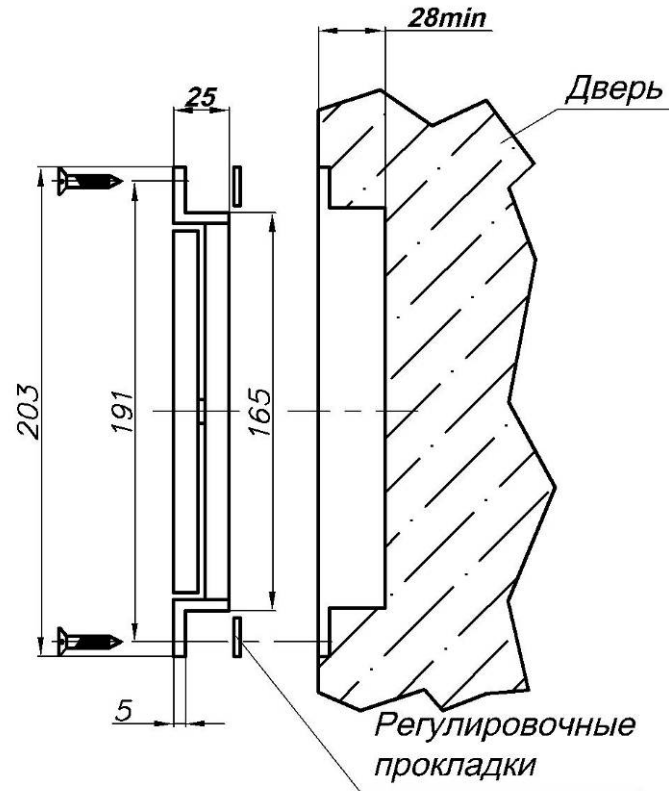
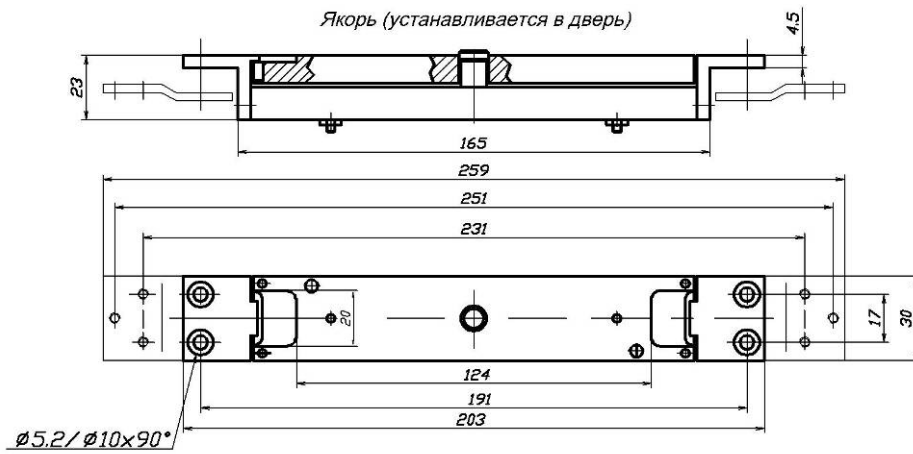

Рис. 3
Рис. 4
- 6.2 Толщина двери для врезного варианта крепления ЗАМКА должна быть не менее 40мм, при этом гарантированные зазоры между подвижной пластиной якорной части и внутренними поверхностями гнезда в двери должны быть не менее 1мм. Т. е. пластина должна свободно, не касаясь стенок гнезда, перемещаться в пределах своего рабочего хода. Рекомендуемая ширина гнезда в двери в зоне перемещения пластины якорной части должна быть не менее 32мм. Остальные габаритно-установочные размеры показаны на рис. 3 и 4. На рис. 4 показан вариант установки якорной части в металлическую дверь с помощью переходных планок (пластин).